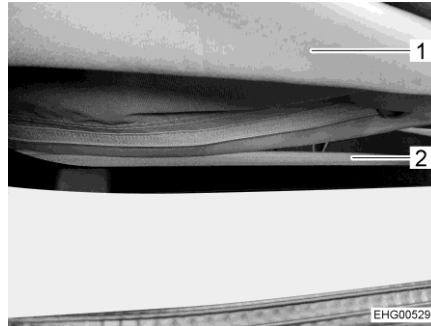

Fig. 70 Cremallera
- Abrir la cremallera (Fig. 70,2) en la parte inferior del fuelle (Fig. 70,1) completamente.